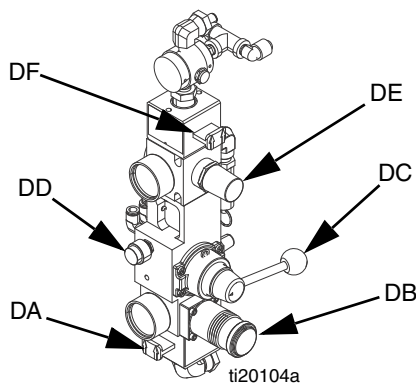

FIG. 28 : Commandes de la pompe d'alimentation
- c. Faites coulisser la vanne coulissante d'air principale (DA) et la vanne coulissante du moteur pneumatique (DF) sur la position OFF. Consultez la FIG. 28.
- m. Avec le cylindre qui s'enfonce dans le produit, faites glisser la vanne coulissante du moteur pneumatique (DF) en position ON. Consultez la FIG. 28. La pompe d'alimentation démarre son cycle. Continuez le pompage jusqu'à ce que le